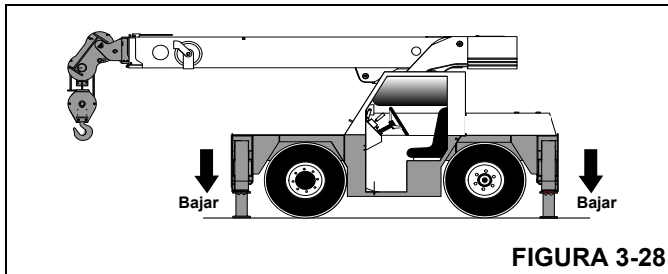

FIGURA 3-28
3. Oprima la parte superior del interruptor de extensión/retracción (2).
- Presione el pedal acelerador para aumentar la velocidad del motor, lo cual acelerará el movimiento hacia abajo de los gatos (Figura 3-28). Suelte el pedal acelerador y el interruptor cuando los gatos estén completamente extendidos.